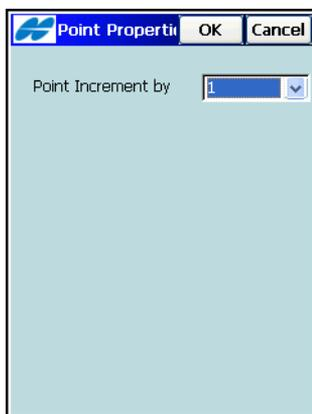

Abbildung 4-22. Punkteigenschaften festlegen
12. Das Inkrement für Punktnummern wird im Fenster *Pkt-Eigenschaften* festgelegt. Wählen Sie in der Liste *Punktnr. erhöhen um* einen Wert (Abbildung 4-22). Sie können diese Einstellungen auch über das **Hilfemenü** oben links im Bildschirm *Mesparam.* vornehmen.